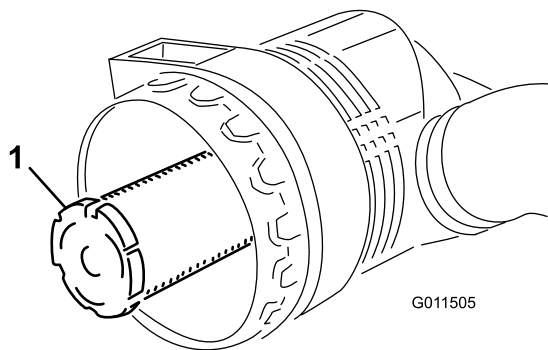

Figura 75
**Importante:** No intente nunca limpiar el filtro de seguridad (Figura 75). Sustituya el filtro de seguridad por uno nuevo después de cada tres revisiones del filtro primario.